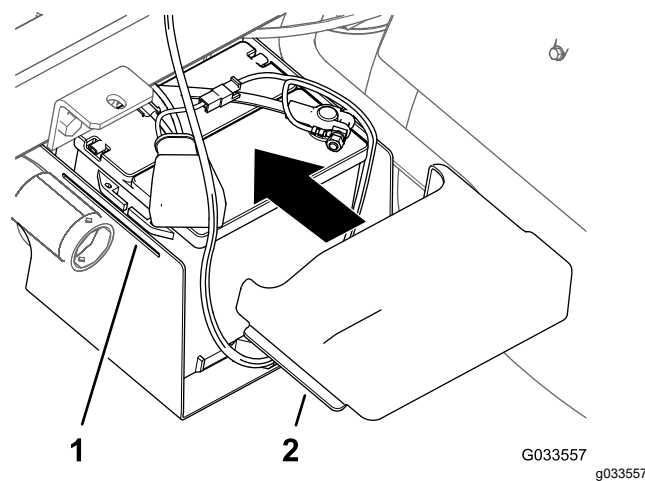

Рисунок 33
10. Сожмите с обеих сторон крышку аккумулятора, совместите лапки в крышке с пазами в основании аккумулятора и отпустите крышку аккумулятора (Рисунок 33).